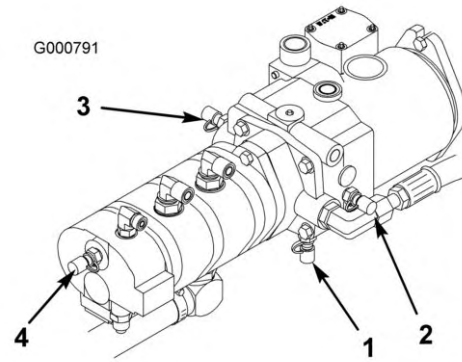

Figura 83
4. El punto de prueba D, ubicado en la parte inferior de la transmisión hidrostática (Figura 83), se utiliza para medir la presión de carga de la transmisión.
5. El punto de prueba E se utiliza para medir la presión de la tracción hacia adelante (Figura 83).
6. El punto de prueba F se utiliza para medir la presión de la tracción hacia atrás (Figura 83).
7. El punto de prueba G se utiliza para medir la presión del circuito de dirección (Figura 83).